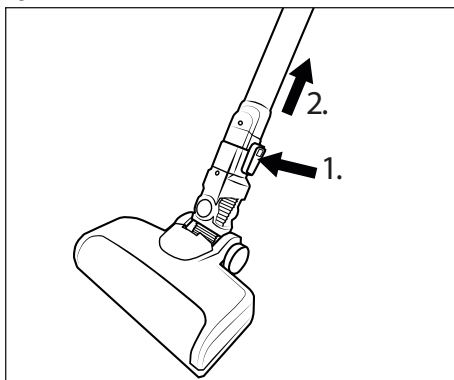

Fig. 12
- ◆ Para desmontar el cepillo para suelos 22 del tubo de aspiración 24, mantenga pulsado el botón de desencastre del cepillo para suelos 23 y tire del tubo de aspiración 24 para extraerlo del cepillo para suelos 22 (consulte la fig. 12).